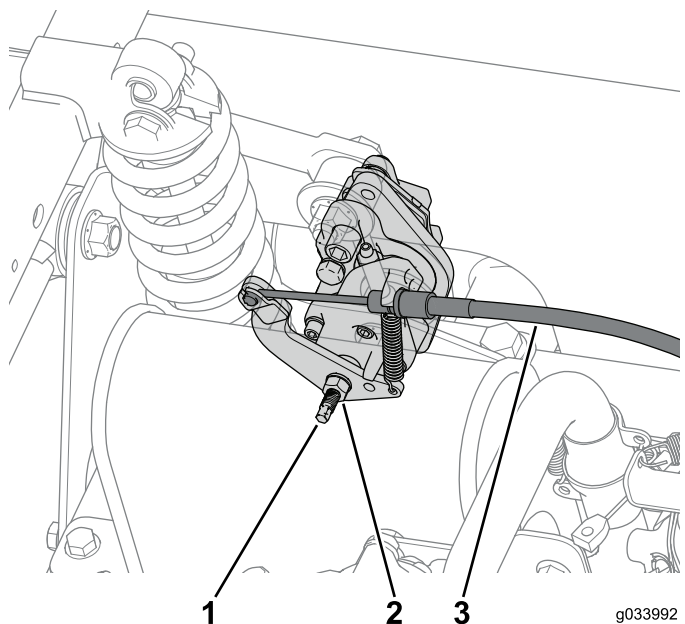

图61
- 松开锁紧螺母然后将后制动卡钳上的调节螺丝逆时针旋转 2 圈 图61。
- 断开连接到各个制动卡钳的手刹拉索 图61。